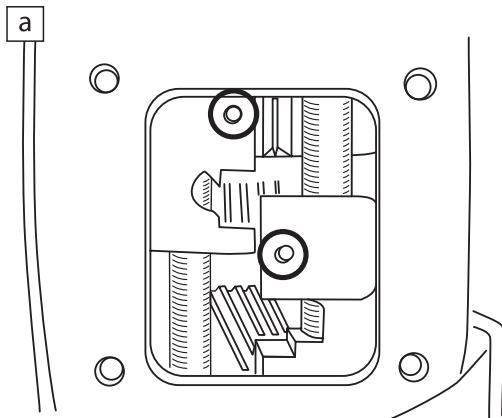

Рис. 13
- Для установки однорычажного механизма, потребуется установить направляющие штифты в вилки переключения РК (диаметр штифтов 4 мм, высота над вилкой должна составлять 4-5 мм) (**Рис. 13**)